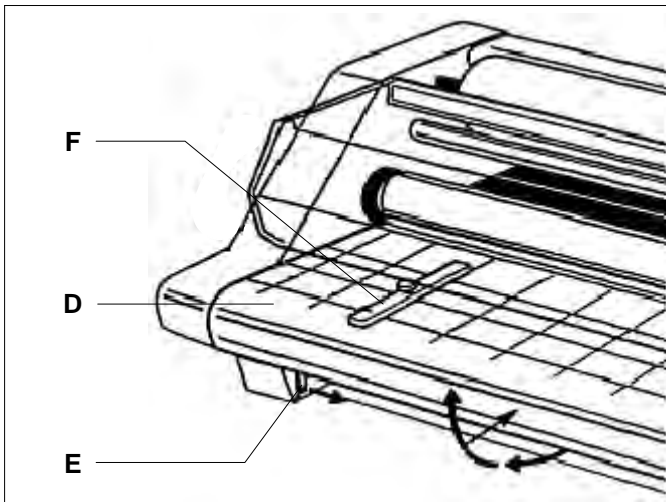

Fig. 5
D. FEED TABLE: (Fig. 5) The Feed Table is used to position items for lamination. **The laminator will operate only when the Feed Table and Feed Table Latch are properly installed.**
E. TABLE INTERLOCK LATCH: (Fig. 5) Used to lock the Feed Table into position and activate an interlock switch. The interlock latch is located on the left underside of the Feed Table. The table cannot be removed without retracting the latch to the right while lifting the table upwards and away from the laminator. **The laminator will not operate when the table is removed and/or the interlock latch is retracted.**
F. FEED GUIDE: (Fig. 5) The Feed Guide permits alignment of the item(s) to be laminated and is used to keep longer items straight. The Feed Guide may also be used to feed smaller items side by side by positioning the guide towards the center of the Feed Table and placing smaller items against each side of the Feed Guide as they are being introduced into the nip point of the heat rollers. To position the adjustable guide, loosen the knob on the top of the guide, slide it to the desired position and tighten the knob to secure the Feed Guide in place.
D. PIANO DI ALIMENTAZIONE: (fig. 5) Il piano di alimentazione viene utilizzato per l'allineamento degli articoli da plastificare. **La plastificatrice funziona soltanto se il piano di alimentazione e la chiusura del piano di alimentazione sono installati correttamente.**
E. CHIUSURA E SICUREZZA DEL PIANO: (fig. 5) Viene utilizzata per bloccare il piano di alimentazione in posizione ed attivare l'interruttore di sicurezza. La chiusura di sicurezza è posta al di sotto del piano di alimentazione sulla sinistra. Il piano non può essere smontato senza ritrarre la chiusura che si trova sulla destra sollevando contemporaneamente il piano verso l'alto e verso l'esterno della plastificatrice. **La plastificatrice non funziona se il piano viene rimosso e/o la chiusura di sicurezza viene tirata indietro.**
F. GUIDA DI ALIMENTAZIONE: (fig. 5) La guida di alimentazione consente l'allineamento degli articoli da plastificare e viene utilizzata per mantenere dritti gli articoli più lunghi. Essa può inoltre essere utilizzata per alimentare articoli più piccoli uno accanto all'altro, inserendo la guida verso il centro del piano di alimentazione e disponendo gli articoli di più piccole dimensioni contro i due lati della guida di alimentazione mentre questi vengono introdotti nel punto di presa dei rulli di riscaldamento. Per posizionare la guida regolabile, allentare la manopola posta sulla parte superiore della guida, farla scorrere sulla posizione desiderata e stringere la manopola per bloccare la guida di alimentazione in posizione.
D. ANLEGETISCH: (Abb. 5) Auf dem Anlegetisch werden die zu laminierenden Artikel gelagert. **Das Laminiergerät funktioniert nur, wenn dieser Tisch und die entsprechende Verriegelung ordnungsgemäß installiert sind.**
E. TISCHVERRIEGELUNG: (Abb. 5) Damit wird die Stellung des Anlegetischs gesichert und ein Verriegelungsschalter aktiviert. Der Riegel befindet sich links auf der Unterseite des Tisches. Der Tisch kann erst entfernt werden, wenn der Riegel nach rechts geschoben und der Tisch gleichzeitig hochgehoben und vom Laminiergerät weggezogen wird. **Wenn der Tisch entfernt wird und/oder der Riegel sich in zurückgezogener Stellung befindet, wird das Laminiergerät nicht funktionieren.**
F. ZUFUHRHILFE: (Abb. 5) Damit werden der oder die zu laminierenden Artikel ausgerichtet und längere Artikel gerade gehalten. Die Zufuhrhilfe kann auch dazu verwendet werden, kleinere Artikel nebeneinander einzuführen. Dazu wird sie zur Mitte des Anlegetischs geführt und kleinere Artikel an beiden Seiten der Zufuhrhilfe angelegt, von wo sie zum Berührungspunkt der Heißwalzen geleitet werden. Die Zufuhrhilfe ist verstellbar: Den Knopf auf der Oberseite lösen, in die gewünschte Stellung schieben, den Knopf zur Sicherung wieder anziehen.
D. INVOERTAFEL: (afb. 5) De invoertafel wordt gebruikt om items in de juiste stand te brengen voor laminatie. **De laminator werkt alleen als de invoertafel en de vergrendeling ervan juist zijn geïnstalleerd.**
E. TAFELVERGREDELING: (afb. 5) Deze wordt gebruikt om de invoertafel in de juiste positie vast te zetten en een vergrendelingschakelaar te activeren. De vergrendeling bevindt zich aan de linkeronderkant van de invoertafel. De tafel kan alleen worden verplaatst door de vergrendeling naar rechts te trekken en de tafel gelijktijdig op te tillen, weg van de laminator. **De laminator werkt niet als de tafel wordt verwijderd en/of ontgrendeld.**
F. INVOERGELEIDER: (afb. 5) Met behulp van de invoergeleider kunnen de te lamineren items worden uitgelijnd en kunt u langere items rechthouden. De invoergeleider kan ook worden gebruikt om kleinere items naast elkaar in te voeren; plaats daartoe de geleider in het midden van de invoertafel en plaats de kleinere items tegen de zijanten van de geleider bij het invoeren in de grijpzone van de warmerollers. De afstelbare geleider kan in positie worden gebracht door de knop boven op de geleider los te draaien, in de gewenste positie te schuiven en de knop aan te draaien om de invoergeleider op zijn plaats vast te zetten.
D. TABLE D'ALIMENTATION : (Fig.5) La table d'alimentation est utilisée pour positionner les articles à plastifier. **La plastifieuse ne peut fonctionner que si la table d'alimentation est correctement installée.**
E. VERROU DE LA TABLE : (Fig. 5) Utilisé pour verrouiller la table d'alimentation en position et activer un interrupteur de verrouillage. Le verrou se trouve à gauche sous la table d'alimentation. Vous ne pouvez pas enlever la table sans retirer le verrou à droite tout en soulevant la table vers le haut et loin de la plastifieuse. **La plastifieuse ne peut pas fonctionner lorsque la table est retirée et/ou le verrou retiré.**
F. GUIDE D'ALIMENTATION : (Fig. 5) Ce guide est utilisé pour maintenir les articles à plastifier bien alignés et pour garder les articles plus longs droits. Le Guide d'alimentation peut être également utilisé pour positionner de petits documents côte à côte en plaçant alors le guide au centre de la table d'alimentation et en plaçant les petits articles de chaque côté du guide d'alimentation pendant qu'ils soient entraînés par les rouleaux chauffants. Pour régler le guide, desserrez le bouton du guide, faites glisser le guide jusqu'à la position désirée et resserrez le bouton pour maintenir le guide d'alimentation en position.
D. PLATAFORMA DE ALIMENTACIÓN: (Fig. 5) La Plataforma de Alimentación sirve para colocar los artículos que van a laminarse. **El laminador operará únicamente cuando la Plataforma de Alimentación y el Pestillo de la misma estén instalados apropiadamente.**
E. PESTILLO DE ENGANCHE DE LA PLATAFORMA: (Fig. 5) Se usa para enganchar la Plataforma de Alimentación en su lugar y para activar un interruptor de enganche. El pestillo de enganche está ubicado en la parte inferior izquierda de la Plataforma de Alimentación. No se puede quitar la plataforma sin empujar el pestillo hacia la derecha mientras se alza la plataforma y se aleja del laminador. **El laminador no operará después de quitar la plataforma y/o empujar el pestillo de enganche.**
F. BARRA DE TOPE: (Fig. 5) La Barra de tope permite alinear los artículos que se desean laminar y sirve para mantener rectos los artículos de mayor longitud. La Barra de tope también sirve para alinear artículos más pequeños lado con lado colocando la Barra hacia el centro de la Plataforma de Alimentación y colocar artículos más pequeños contra cada lado de la Barra de tope al introducirlos en el punto de contacto de los rodillos térmicos. Para colocar la guía ajustable, afloje la perilla en la parte superior de la guía, deslícela hasta la posición deseada y apriete la perilla para sujetar la Barra de tope en su sitio.